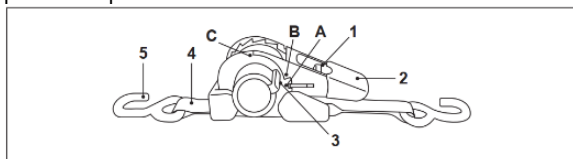

Fig. 1
—Presione el botón (1) y deslice la palanca (2) hasta la posición (A) (Fig. 1)
—Tire de la correa de tensión (4) hasta la longitud deseada y fije los ganchos (5) (Fig. 1).
—Presione el botón (1) y deslice la palanca (2) a la posición (A) (Fig. 1).